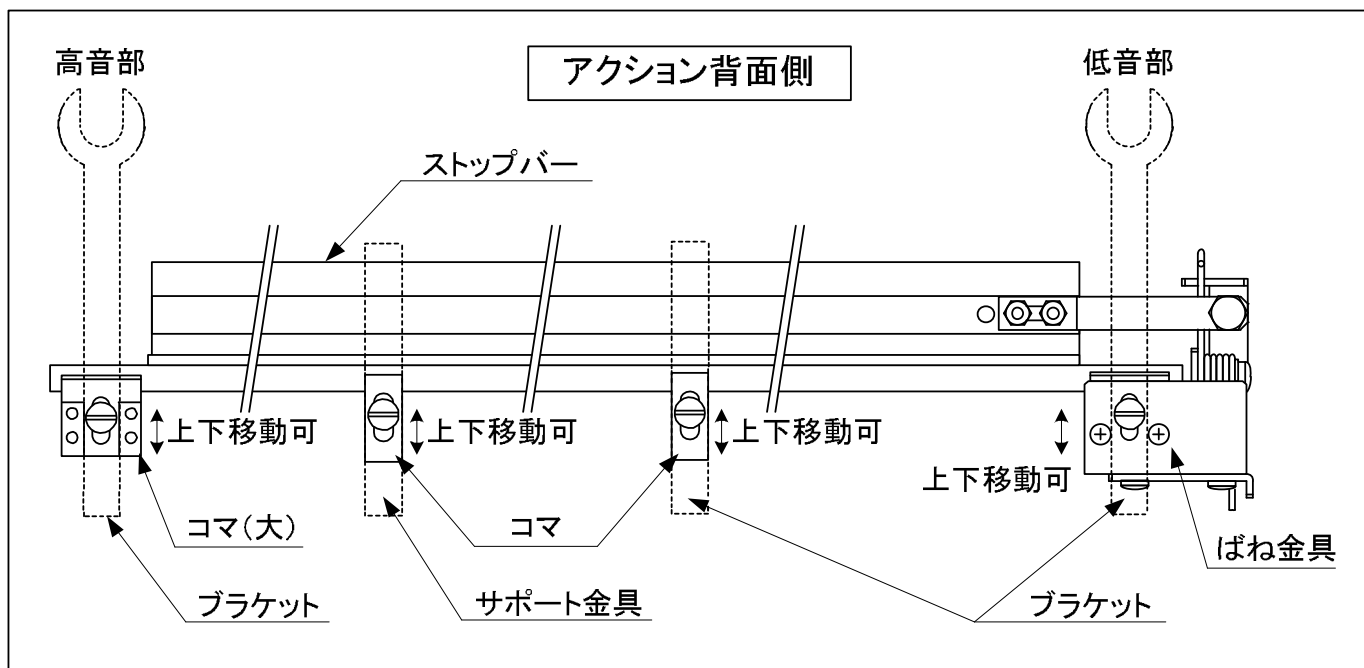

図3.2-1 ストップバーの取り付け
- (1) アクションをピアノから取り外す。
- (2) アクションよりダンパーストップレールを取り外す。
- (3) 次高音部の固定金具を付属のサポート金具に交換する。既存のネジで取り付けられない場合は付属のM4×30mm、M4スプリングワッシャー、M4ナットまたはM3×20mm、M3スプリングワッシャー、M3ナットに交換する。
- (4) ダンパーストップレールの位置へ図3.2-1の様に、(2)で外したネジを使用してストップバーのコマ(大)、コマおよびばね金具を仮止めする。既存のネジで取り付けられない場合は、付属のM4×40mmネジやM4ナットと交換する。